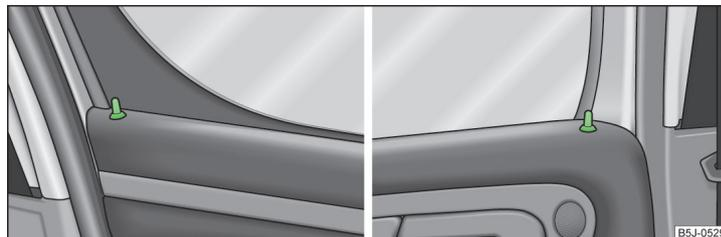

Fig. 30 Pulsador de cierre de seguridad en la puerta delantera / en la puerta trasera
Al desbloquear o bloquear la puerta, el pulsador de cierre de seguridad correspondiente » fig. 30 sube o baja, respectivamente.
► Presionar el pulsador de cierre de seguridad » fig. 30.